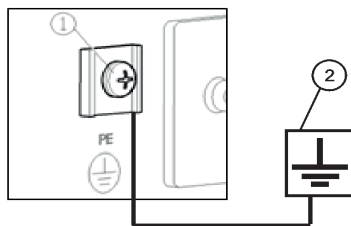

Рис. 11
Перед запуском электростанции заземлите ее для предотвращения поражения электрическим током. Для этого, с помощью электрокабеля сечением не менее 2,5 мм², соедините клемму заземления (1) на панели генератора с внешним источником заземления (2) (Рис.11).